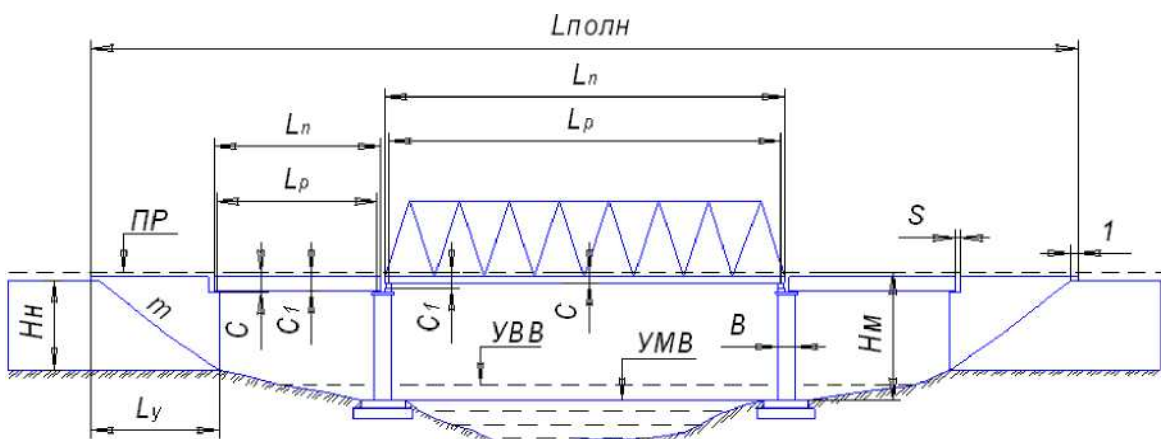
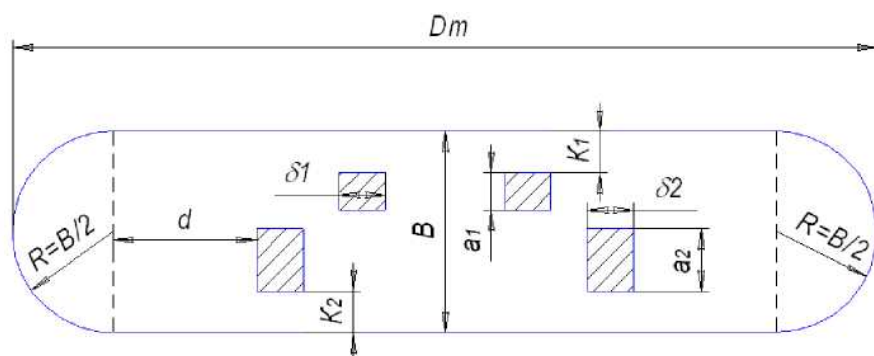
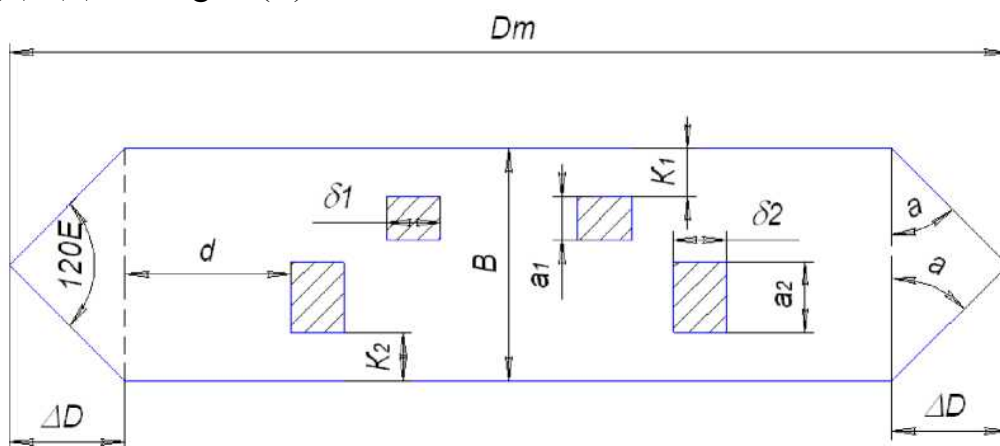

Рис.4.1 Фасад сборного моста
Рис. 4.6 План овальной опоры
Рис. 4.7 План треугольной опоры
5. Вычертить на миллиметровой бумаге фасад моста (рис.4.1) в масштабе 1:300 (1:400) и разрез промежуточной опоры (рис.4.6, рис. 4.7) в М 1: 50;
Если по исходным данным задана овальная форма промежуточной опоры (рис.4.6), то:
Если по исходным данным задана треугольная форма промежуточной опоры (рис.4.7), то: